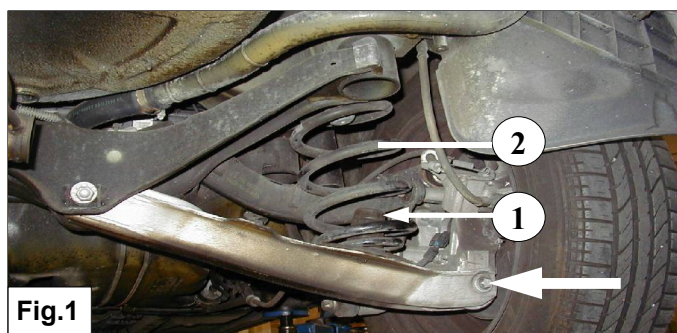

Fig.1
1. Ondersteun de draagarm en demonteer de aangegeven bout. **Let op de draagarm staat onder veerspanning.** Zie fig. 1.